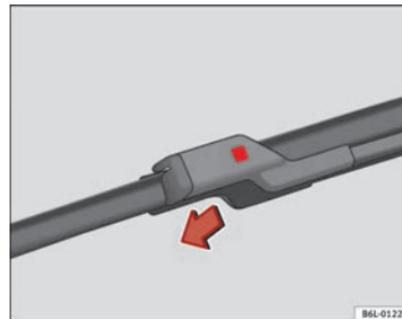

Abb. 141 Auswechseln der Scheibenwischerblätter ▶
- Drücken Sie den Sicherheitsknopf ein ⇒ **Abb. 141**.